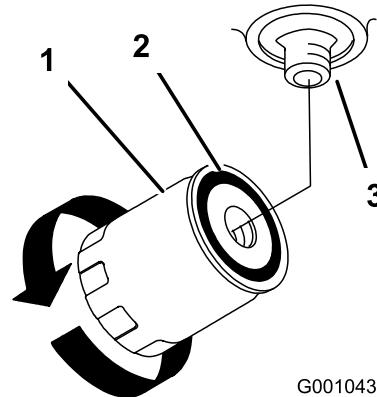

Figure 84
4. Déposez le filtre usagé et essuyez la surface du joint de l'adaptateur (Figure 84).
7. Tournez le filtre dans le sens horaire jusqu'à ce que le joint touche l'adaptateur, puis donnez 1/2 tour supplémentaire (Figure 84).